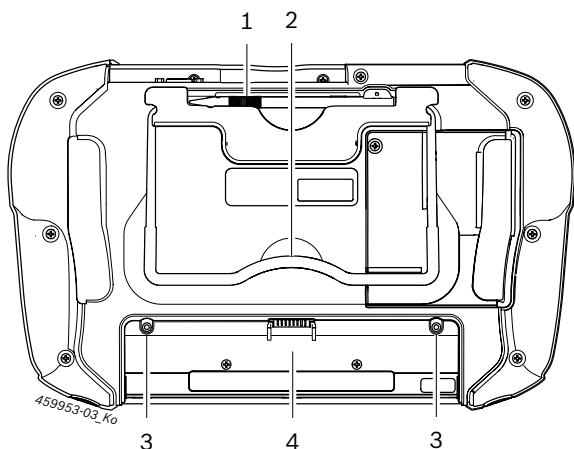

Abb. 3: D750 underside
➤ Skyv batteriet inn i batterirommet og fest den med de to skruene på batteripakken (se fig. 3, pos. 3).